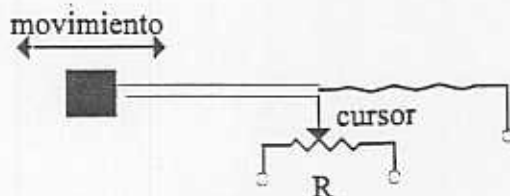

Figura 4
4. Se utiliza un sensor de posición potenciométrico para medir desplazamientos de 0 a 10cm de una pieza móvil, como se muestra en la Figura 4, la resistencia varía linealmente en este rango de 0 a  $2\text{K}\Omega$ .